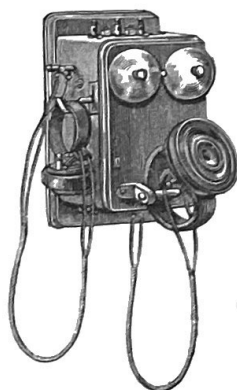

Fig. 11.
**Appareil n° 7** (pour lignes au-dessus de 100 kilomètres). — Même poste que les n° 5 et 6; le transmetteur est un grand téléphone à deux pôles (fig. 11)..... 120.—